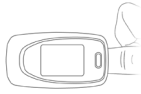

Figura 5. Colocar el dedo en posición
- ⚠ El dedo debe colocarse correctamente (véase la figura 5 adjunta), ya que una instalación incorrecta o una posición de contacto inadecuada para el sensor influirán en la medición.
- 5.2 Abra la abrazadera como se muestra en la Figura 5.